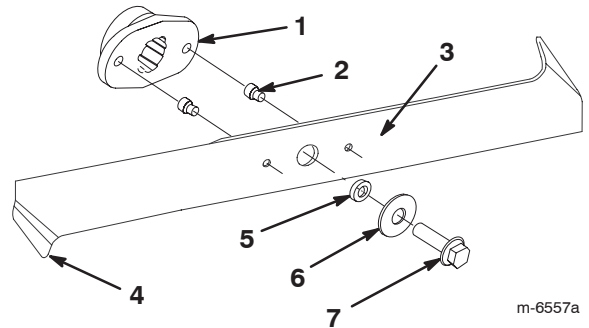

Bild 35
2. Untersuchen Sie die Schnittkanten (Bild 35). Bauen Sie, wenn die Kanten nicht scharf sind oder Kerben aufweisen, die Schnittmesser aus und schärfen Sie sie. Siehe „Schärfen der Messer“ auf Seite 34.
3. Prüfen Sie die Schnittmesser, insbesondere die gebogenen Kanten (Bild 35). Montieren Sie neue Messer, wenn Sie eine Abnutzung oder Beschädigung dieses Bereichs feststellen.
4. Ersetzen Sie die Scherbolzen sofort, wenn Sie gebrochen sind (Bild 35).
3. Entfernen Sie die Messerschrauben, Scheiben und Messer (Bild 35). Sie können einen Holzklötzchen zwischen das Schnittmesser und das Mähwerk keilen, um das Schnittmesser beim Entfernen der Schraube zu blockieren.
1. Montieren Sie die Schnittmesser, Scheiben und Messerschrauben (Bild 35).